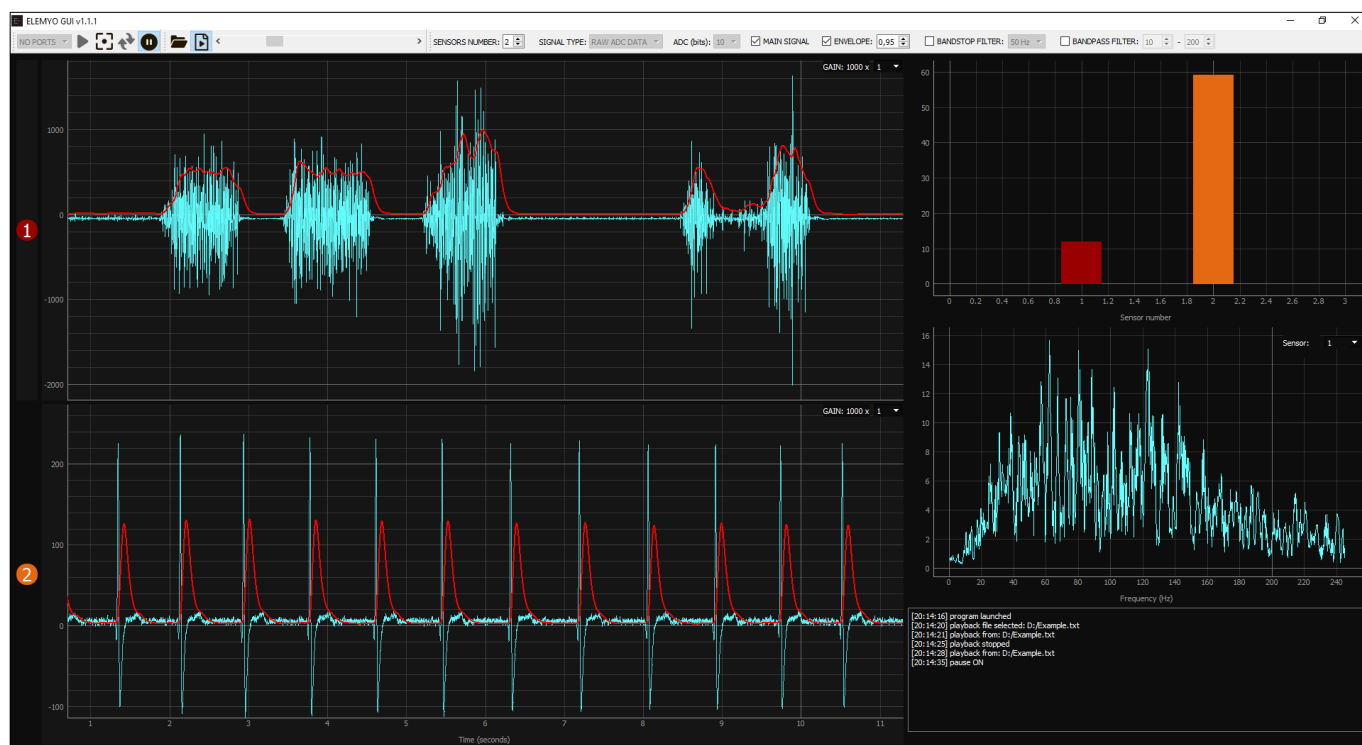

Рис. 4: Графическое окно программы.
**ELEMYO\_GUI** позволяет в режиме реального времени визуализировать, обрабатывать, записывать и проигрывать сигналы от 1 до 6 датчиков. На рис. 4 представлено графическое окно программы с примером сигнала от одного датчиков.